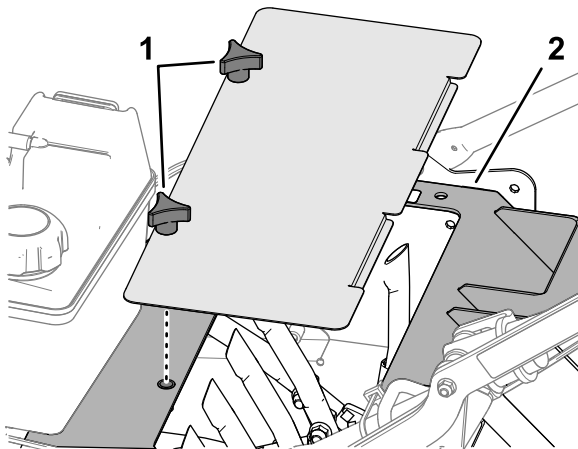

Figure 25
1. Retirez les 2 boutons qui fixent le couvercle d'accès aux louchets sur le boîtier des louchets (Figure 25).